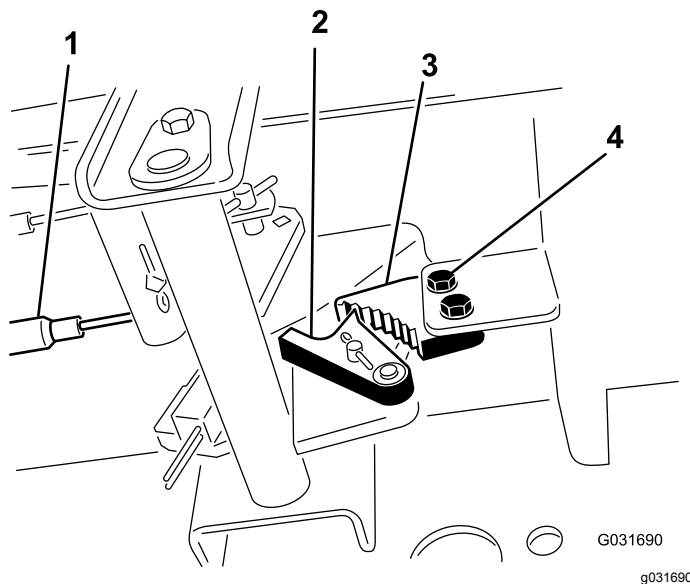

Figura 74
1. Solte os 2 parafusos que prendem a lingueta do travão de estacionamento à estrutura (Figura 74).
2. Carregue no pedal do travão para a frente até o detentor do estacionamento engatar completamente na lingueta do travão (Figura 74).